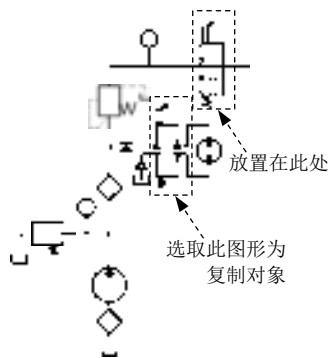

图 17.8.44 复制图形 (五)
(1) 用 **修改(M)** → **复制(C)** 命令，选取图 17.8.44 所示的图形为复制对象，将其放置在图中所示的位置。